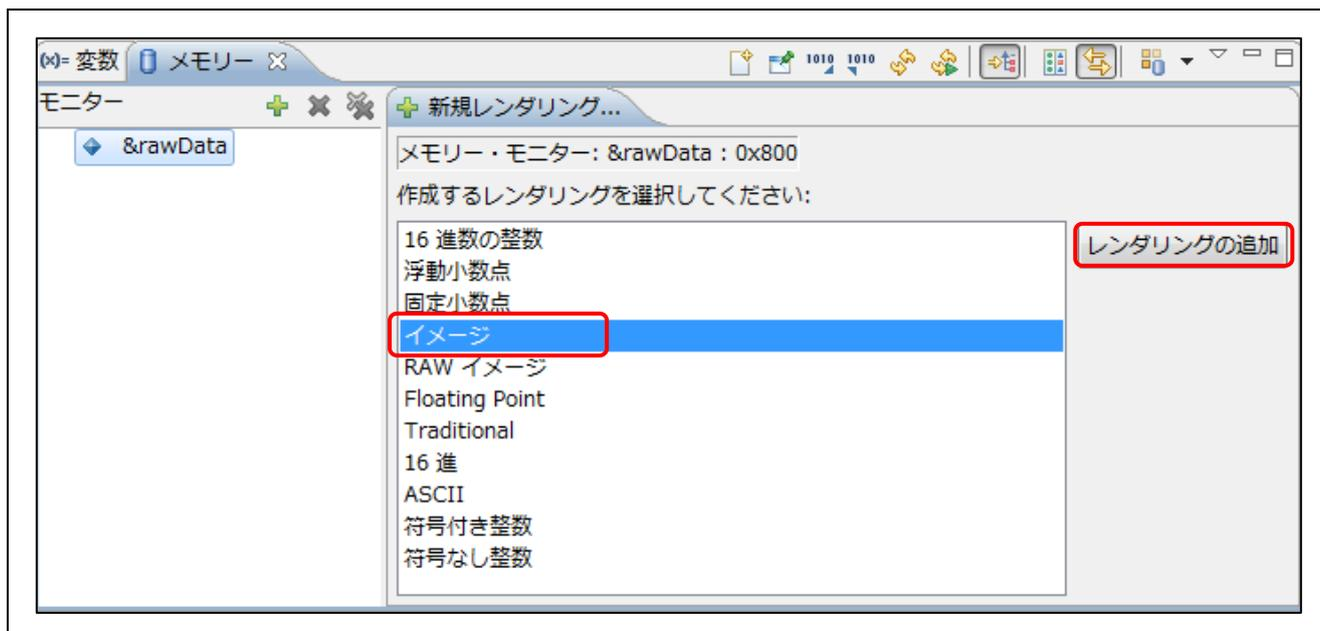

図4 レンダリングの追加 — 'イメージ' タイプ
- 4) アイコン  をクリックし、セクション初期化ルーチン（関数“_INITSCT()”）を実行してメモリー・モニター“&rawData”を[メモリー・レンダリング]ペインに反映します。図 4 に示すように、[メモリー・レンダリング]ペインに‘Renesas’のロゴが表示されます。